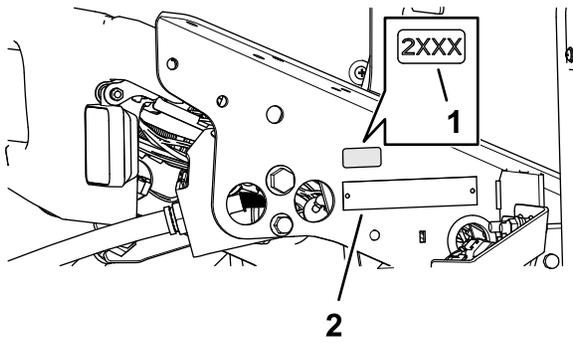

图 39
1. 使用外用酒精和干净的抹布清洁序列号牌旁边的地板支架区域并让支架晾干图 39。